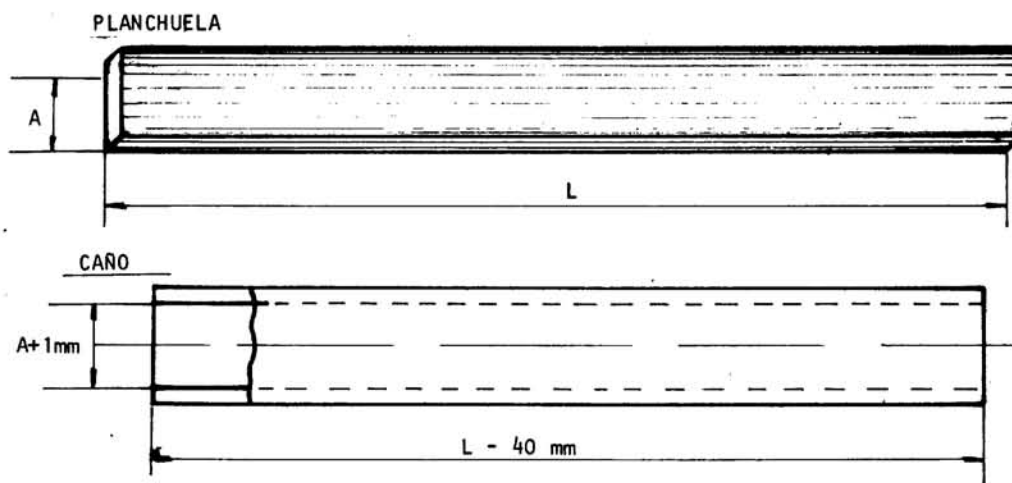

Fig. 2
1) El caño utilizado como guía tendrá las siguientes características: Diámetro interior ligeramente superior que la dimensión mayor de la sección de la pieza. Longitud aproximadamente 40 mm menor que la longitud de la planchuela (fig. 2).